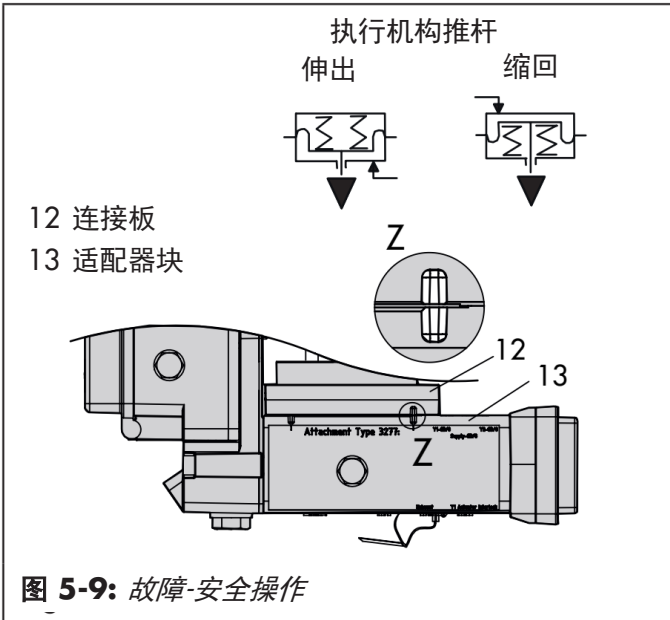

图 5-9: 故障-安全操作
7. 将螺钉 (13.1) 插入到适配器块 (13) 的中间孔内。
8. 将连接板 (12) 和密封件 (12.1) 共同放置在故障-安全动作"执行机构推杆伸出"或"执行机构推杆缩回"所对应的螺钉(13.1) 上。通过将适配器块 (13) 的凹槽与连接板 (12) 的凹槽对齐可确定适用的故障-安全动作 (图5-9)。